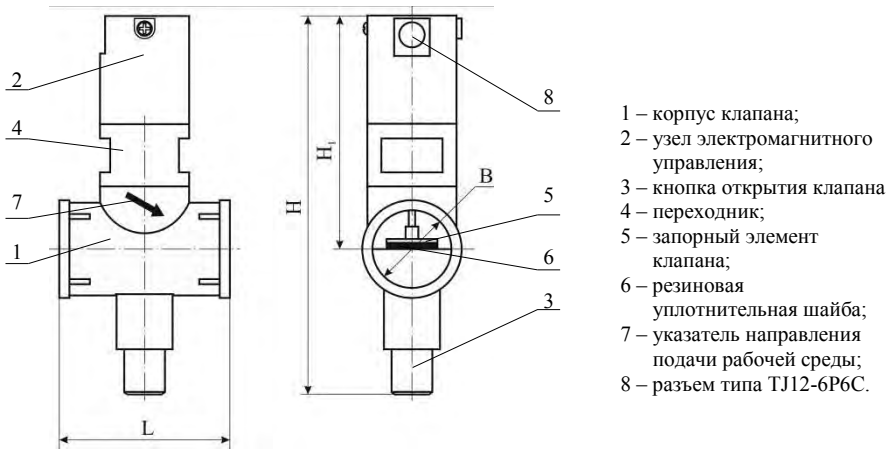

Рисунок 4 – Внешний вид клапана КЗЭУГ.
- открыть клапан кнопкой 3 (см. рисунок 4);
В процессе эксплуатации для открытия клапана необходимо кратковременно нажать до упора кнопку 3 (см. рисунок 4). В момент нажатия возможна небольшая протечка газа, которая прекращается после отпускания кнопки.